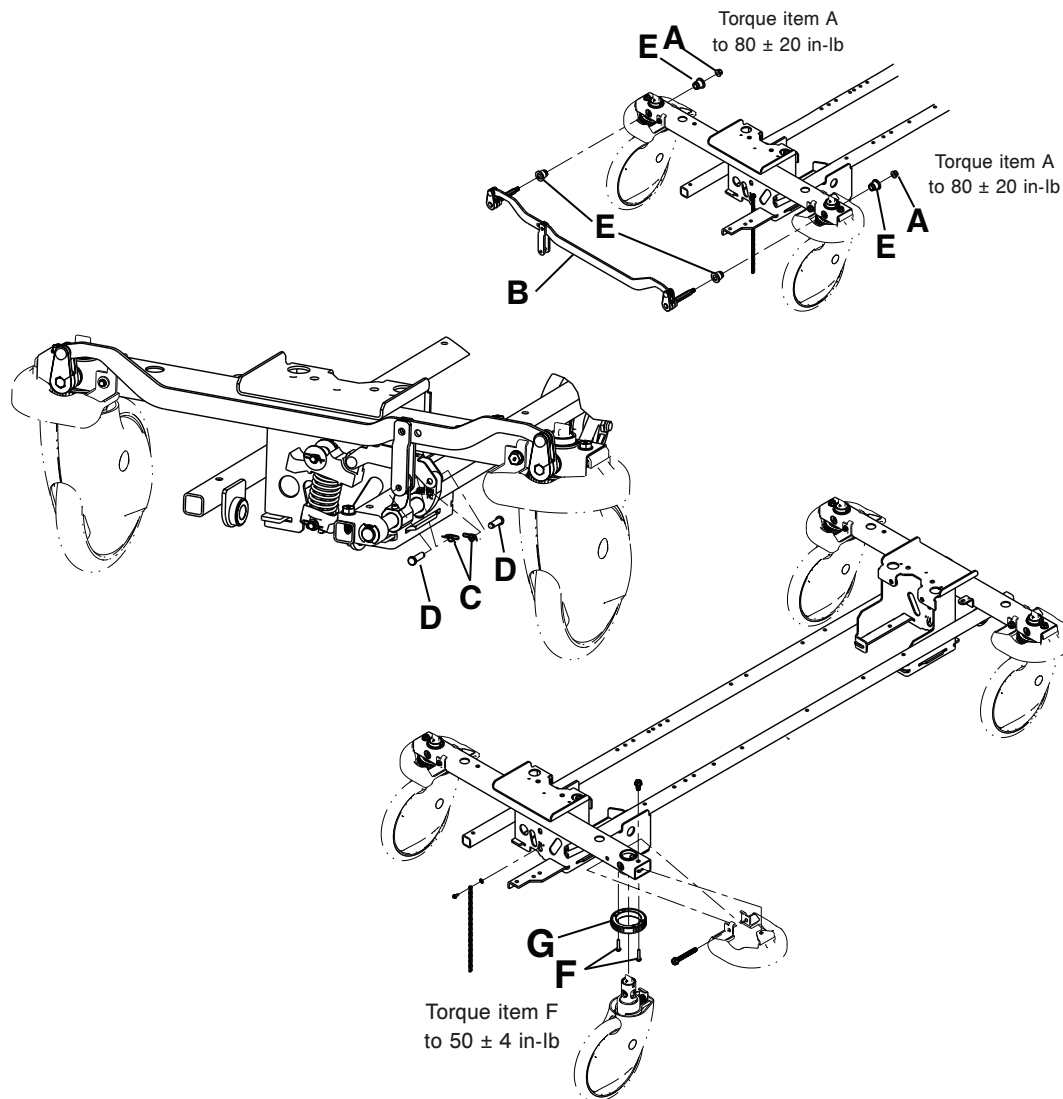

Figure 3 – Composants de l'ensemble de roulette et de frein
4. Mettre la pédale de frein/guidage (A) en position neutre.
5. À l'aide d'une douille de 1/2 po avec une extension de clé de 3/8 po et une clé à cliquet de 3/8 po, retirer les deux écrous nylon hexagonaux à bride (A) (un de chaque côté) qui fixent l'ensemble de maillon de frein (B) aux roulettes (Figure 3).
6. À l'aide d'une pince à becs fins, retirer la goupille bêta (C) et l'axe à épaulement (D) de l'activateur de tige de frein (Figure 3).
8. Retirer l'ensemble de maillon de frein (B). Tirer vers l'extérieur en exerçant une force égale sur l'ensemble (Figure 3).
11. Inverser les étapes pour réinstaller les composants restants. Utiliser une clé dynamométrique de 3/8 po (po-lb) pour serrer les deux écrous nylon hexagonaux à bride (A) qui fixent l'ensemble du maillon de frein (B) aux roulettes à 80 ± 20 po-lb ($9 \pm 2,2$ Nm) (Figure 3).
6. À l'aide d'une pince à becs fins, retirer la goupille bêta (C) et l'axe à épaulement (D) de l'activateur de tige de frein.
8. Retirer l'ensemble de maillon de frein (B). Tirer vers l'extérieur en exerçant une force égale sur l'ensemble. Conserver l'ensemble du maillon de frein.
10. À l'aide d'une douille de 5/16 po avec une extension de clé de 3/8 po et une clé à cliquet de 3/8 po, retirer les deux vis à tête hexagonale à embase (F) qui fixent l'anneau de verrouillage du pivot de frein au châssis de la base. Retirer et jeter l'anneau de verrouillage du pivot de frein.
8. Retirer l'ensemble de maillon de frein (B). Tirer vers l'extérieur en exerçant une force égale sur l'ensemble.
9. Inverser la procédure pour réinstaller. À l'aide d'une clé dynamométrique de 3/8 po (po-lb), serrer les deux écrous nylon hexagonaux à bride (A) qui fixent l'ensemble de maillon de frein aux roulettes à 80 ± 20 po-lb ($9 \pm 2,2$ Nm).
- Remarque** - Lors de l'installation de l'ensemble de maillon de frein, veillez à réinstaller le roulement (E) qui peut être tombé lors de la dépose de l'ensemble de maillon de frein.